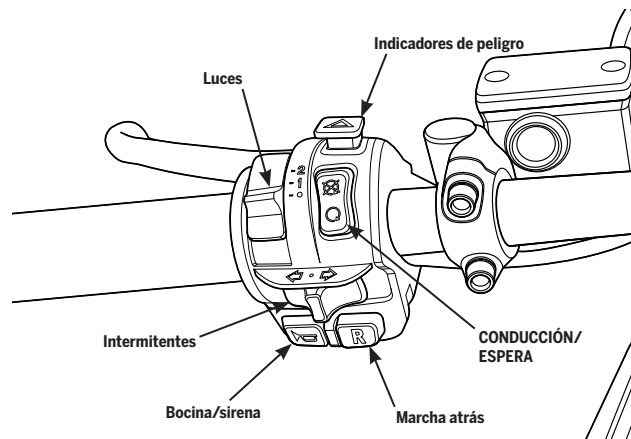

Ilustración 12: conmutador de los controles del manillar izquierdo.
Configure el interruptor de CONDUCCIÓN/ESPERA en CONDUCCIÓN (Q) para activar el sistema de propulsión del SE-3 Patroller (**ilustración 12**). Configure el interruptor en ESPERA (X) para desactivar el sistema de propulsión del SE-3 Patroller. Cuando el SE-3 Patroller está en modo de ESPERA, el resto de sistemas eléctricos están activados, incluidas las luces, la bocina o sirena y la interfaz de usuario.
Mantenga pulsado durante unos instantes el interruptor de marcha atrás (**R**) con el pulgar izquierdo para activar el modo de marcha atrás (**ilustración 12**). Para desactivar la marcha atrás, suelte el interruptor de marcha atrás. Consulte "Conducción: accionar la marcha atrás" (p. 37).